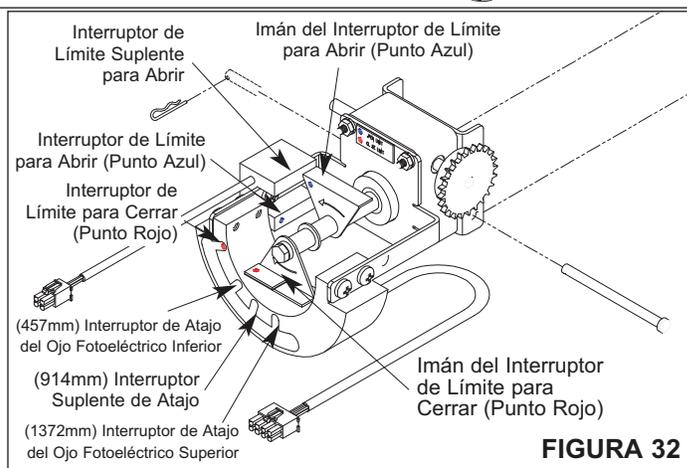

FIGURA 32
9. Note que los siguiente ajustes al interruptor de límite (los establecimientos del impulsor derecho o izquierdo son los mismos), Figura 32.